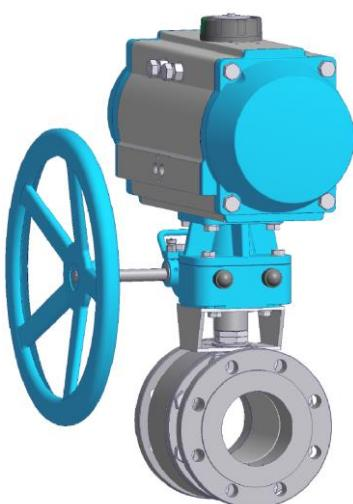

FIG. 1 GEARBOX MOUNTING
5.5 Montare il riduttore in direzione perpendicolare alla valvola (vedi fig. 1)
5.5 Mount the gearbox in a direction perpendicular to the valve (see fig. 1)